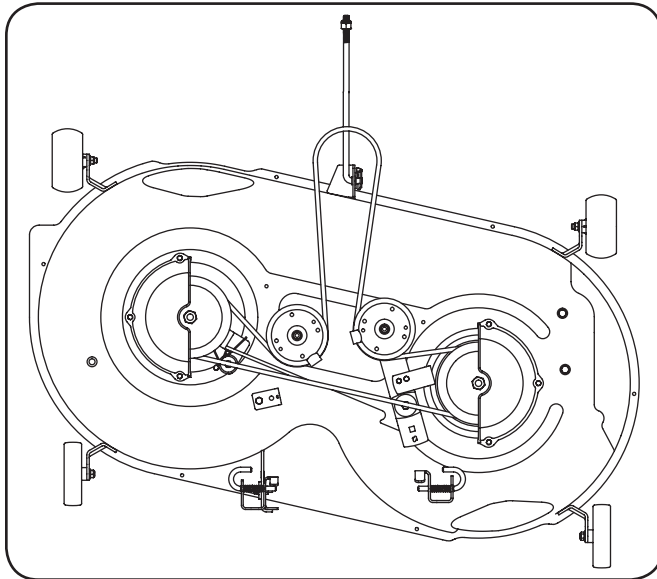

Figure 7-7
5. Installez la courroie neuve autour des deux poulies de fusée. Voir Figure 7-7.
6. Placez ensuite la courroie autour des deux poulies de tension. Voir Figure 7-7.